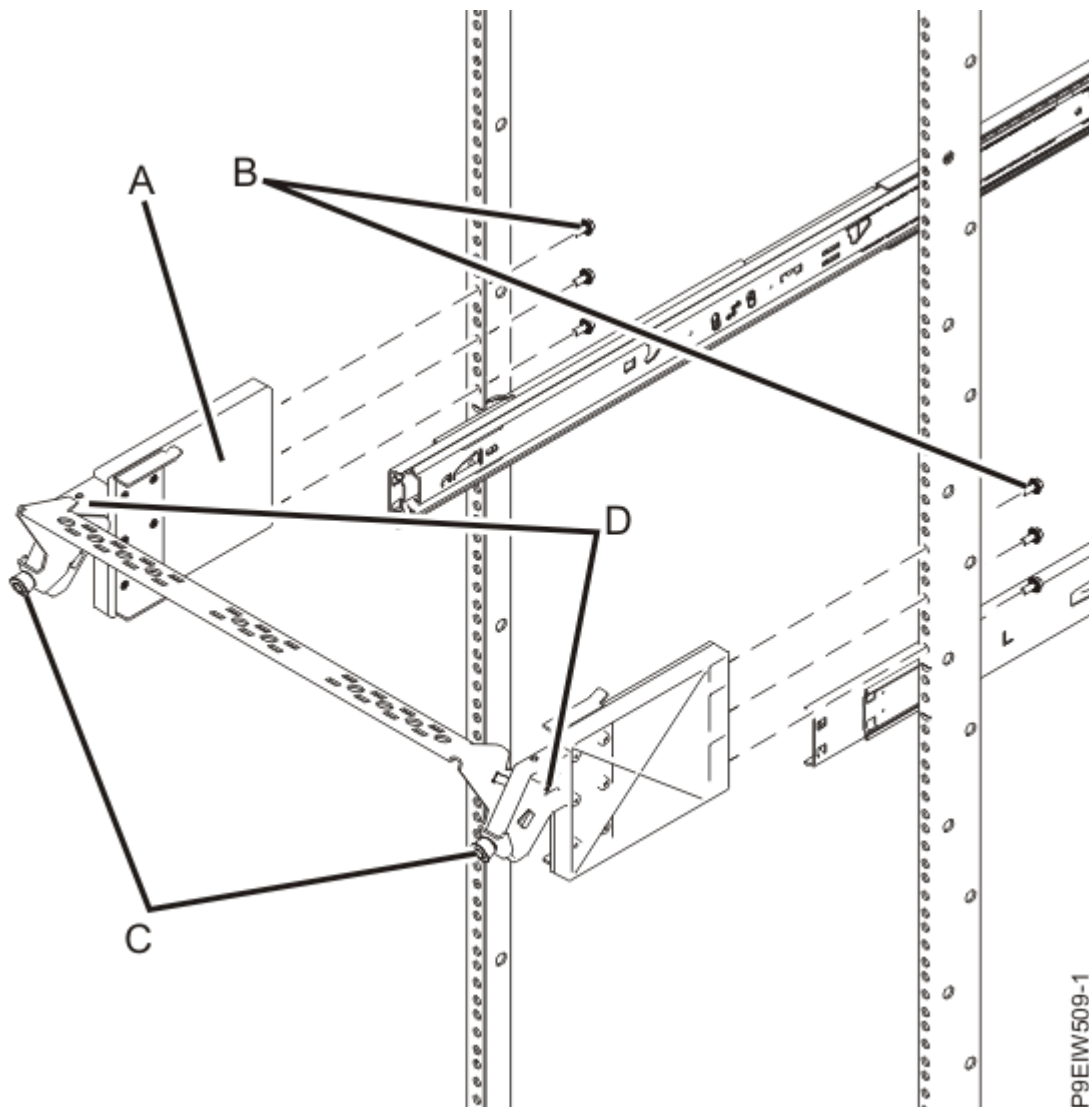

図 5. ラックへのケーブル管理ブラケットへの取り付け
3. 2 本の M3 ねじ (D) を使用して、ケーブル管理バーをケーブル管理ブラケットに取り付けてケーブル管理ブラケットをアセンブルします (8 ページの図 5 を参照)。
- a. ラックの背面で、アセンブルされたケーブル管理ブラケット (A) の片側をラック・フランジに向かい合わせて保持します。ブラケットの位置が、ステップ 7 ページの『2』でマーク付けした位置と合っていることを確認します。
- b. 8 ページの図 5 に示すように、ラック内部から、3 本のねじ (B) をラック・フランジを通してケーブル管理ブラケット (A) に取り付けてください。
5. つまみねじ (C) を引き、ブラケットを斜めにして、必要に応じてケーブル管理ブラケットを調整します (8 ページの図 5 を参照)。